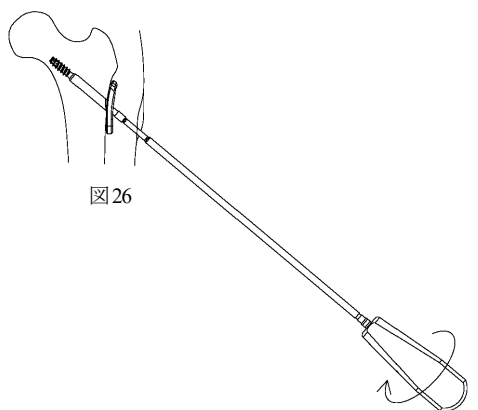

図26
- 3) スクリュードライバーで遠位スクリューを抜去します。(図26)